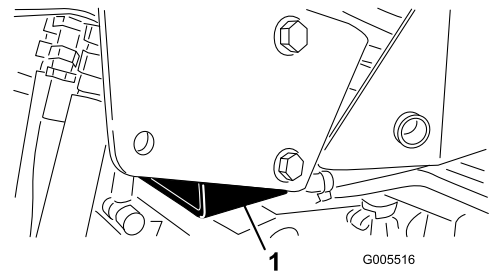

Figura 27
- Lado derecho – debajo del apoyo del gato y junto al soporte del ROPS (Figura 27)